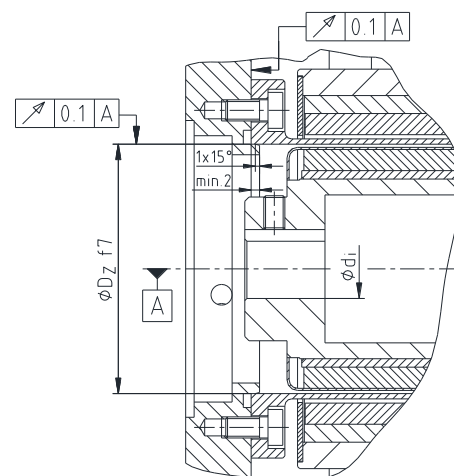

Fig 8 : Tolérances des connexion de sortie
- Respecter la planéité et concentricité dans la réalisation de l'arbre de la pompe et de la plaque d'adaptation pour la cloche (voir fig. 8).